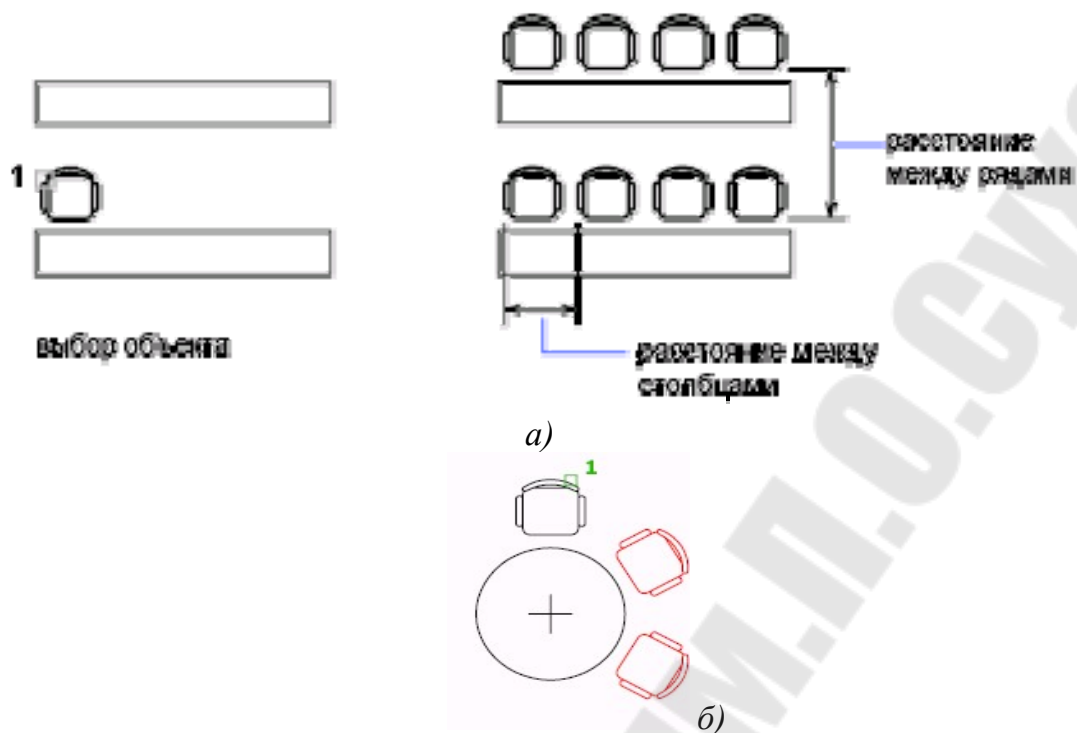
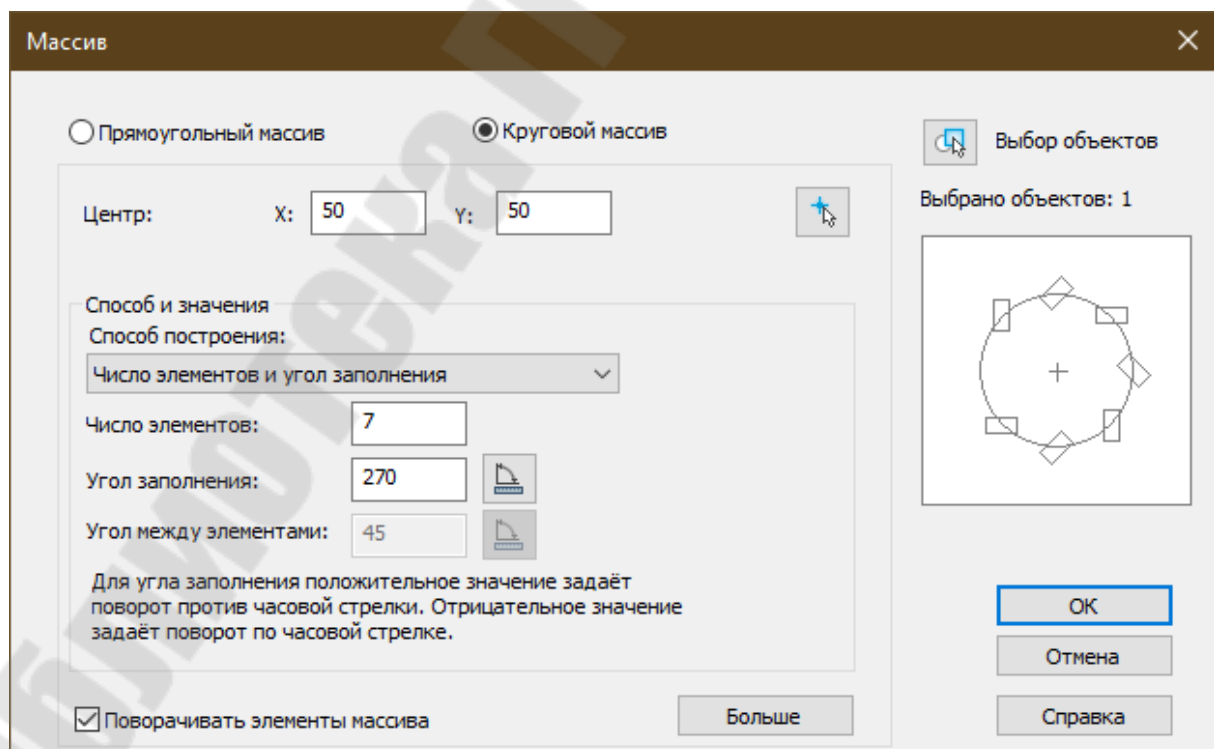

Рис. 3.185 Создание массива: а – прямоугольного; б – кругового
Рис. 3.186 Диалоговое окно Массив в режиме Круговой массив
Для формирования *прямоугольного массива* (рисунок 3.185, а) после выбора объекта (1) в соответствующие поля диалогового окна *Массив* необходимо внести следующие параметры (с клавиатуры или интерактивно на чертеже с помощью управляющей кнопки):
Для формирования *кругового массива* (рисунок 3.185, б) необходимо установить переключатель типа массива в положение *Круговой массив* и выбрать объект – элемент массива (1). Диалоговое окно изменит состав управляющих элементов (рисунок 3.186).
5. Заполняем поля параметров кругового массива в соответствии с условиями примера (рисунок 3.186).